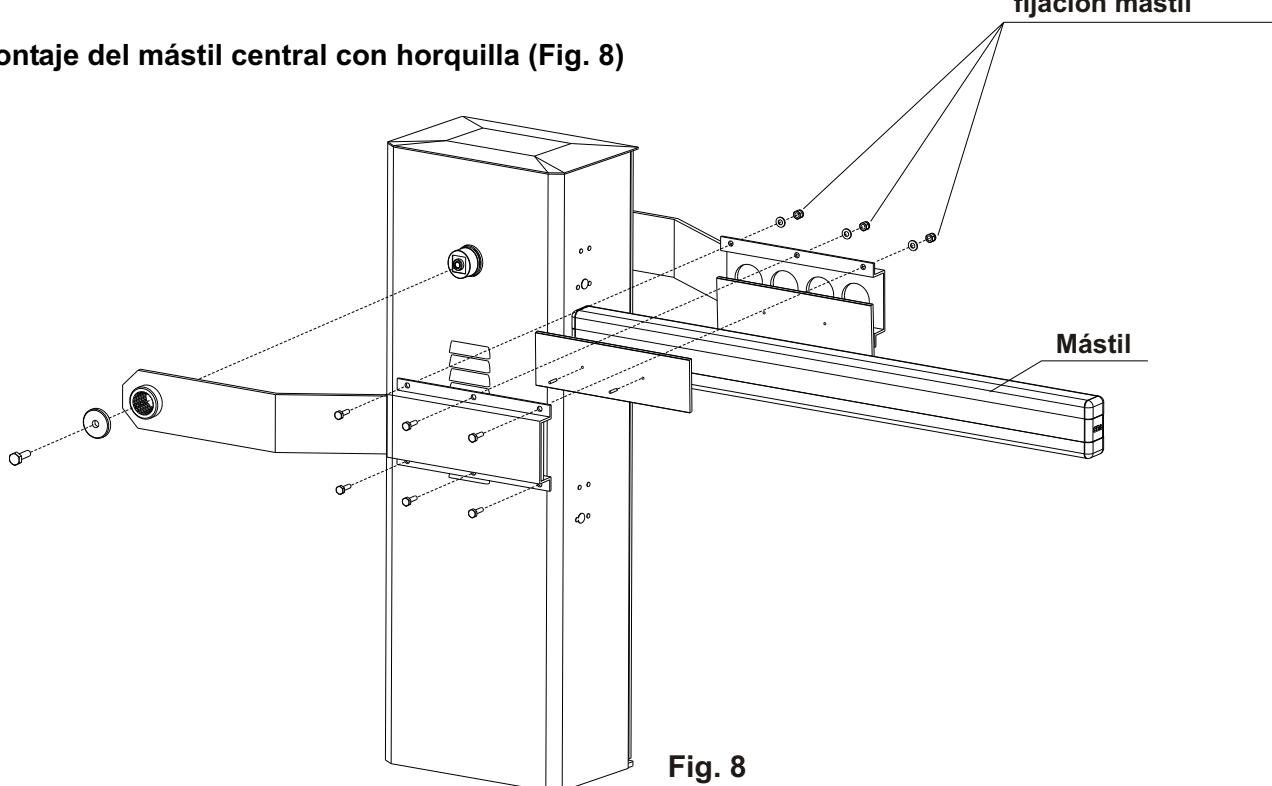

Fig. 8
5) Montaje del mástil central con horquilla (Fig. 8)